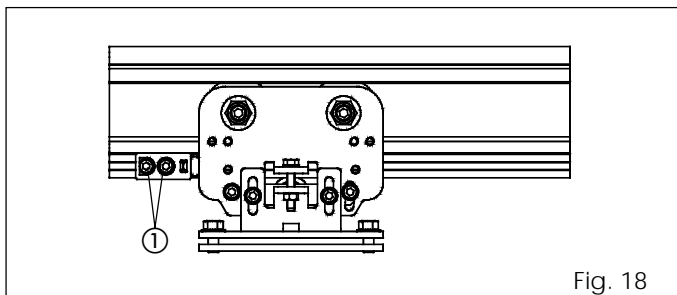

Fig. 18
- Desserrer légèrement les deux vis à tête hexagonale fig. 18 réf. ①.
- Agir sur la vis (fig. 18 réf. ②) en sens des aiguilles d'une montre pour soulever les vantaux ou en sens inverse des aiguilles d'une montre pour abaisser les vantaux.
- Desserrer les deux vis à tête hexagonale d'après les fig. 18 et 19 réf. ①.